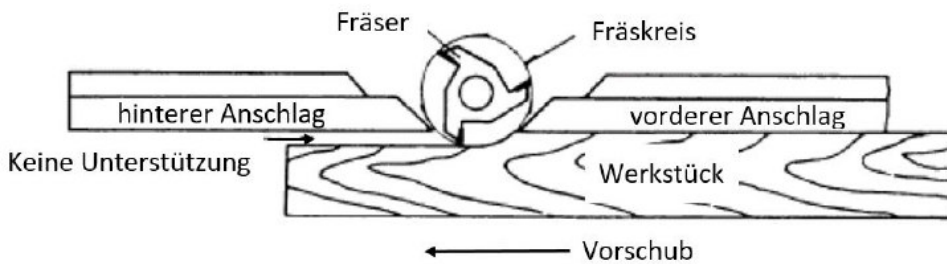

Abb.7-14: Entfernung einer gesamten Kante
2. Wenn der Fräsvorgang die gesamte Kante des Werkstücks entfernt (z. B. beim Fügen oder Herstellen einer vollen Wulst), wird die geformte Kante nicht durch den hinteren Anschlag gestützt, wenn beide Anschläge in einer Linie sind, wie in Abbildung 7-14. In diesem Fall muss das Werkstück in die in Abbildung 7-14 gezeigte Position vorgeschoben und angehalten werden.